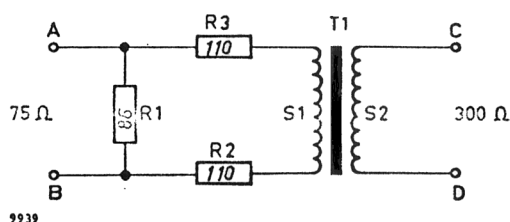

Fig. 27. Transformateur d'impédance PM 9532 B
Si l'aiguille oscille encore, la tension de bruit à l'anode du tube de sortie vidéo est trop grande et la tension d'alimentation +Vb (fig. 27) doit être découplée tout spécialement à l'aide d'un condensateur électrolytique de 1000  $\mu$ F ( $4 \times 250 \mu$ F en parallèle).
**Principe** – La transformation d'impédance peut généralement être obtenue à l'aide d'un transformateur à rapport de spires approprié mais, dans ce cas, la gamme de fréquences est grande tout comme l'effet de la capacité de dispersion etc. et c'est la raison pour laquelle on utilise un transformateur à noyau en ferrite, à rapport de nombre de spires égal à l'unité. Le réseau de résistances R1, R2 et R3 (fig. 27) assure non seulement l'adaptation de l'impédance, mais R2 et R3 sont dimensionnés de façon que les résistances par rapport à la terre de chaque côté de S1 soient égales, donc les deux enroulements de transformateur sont équilibrés à la terre.